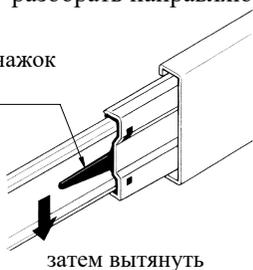

Рис.4
4. Отсоедините от основания телескопических направляющих внутренние планки, отогнув пластиковый рычажок фиксатора (Рис. 4). Основания телескопических направляющих закрепите на деталях 2, 3 винтами М5х8 (Рис. 5а, 5б). !!! Приложите телескопическую часть отверстиями к отверстиям на боковине комода так, чтобы они были отцентрованы относительно друг друга. Вкрутите винты М5х8 с помощью **шуруповерта**, приложив немного усилий. **Внимание:** винт М5х8 должен заходить с натягом для максимально плотной фиксации телескопических направляющих.